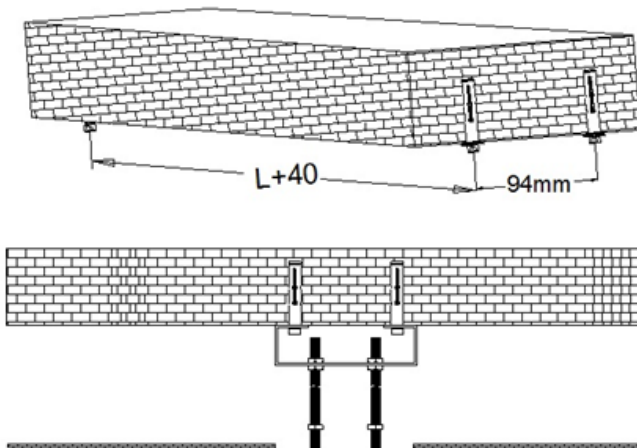

Abbildung 3
Befestigen Sie nun die vier Montagewinkel (A) an Ihre Decke. Achten Sie unbedingt auf einen festen und sicheren Halt der Winkel um eine sichere und dauerhafte Installation der Leinwand zu gewährleisten. Montieren Sie anschließend die zwei Gewindestangen (D) an die Montagewinkel und drehen jeweils eine Sechskantmutter über die Höhe der abgehängten Decke (Abbildung 3).
Die Leinwand hereinfahren (Fig. 3)